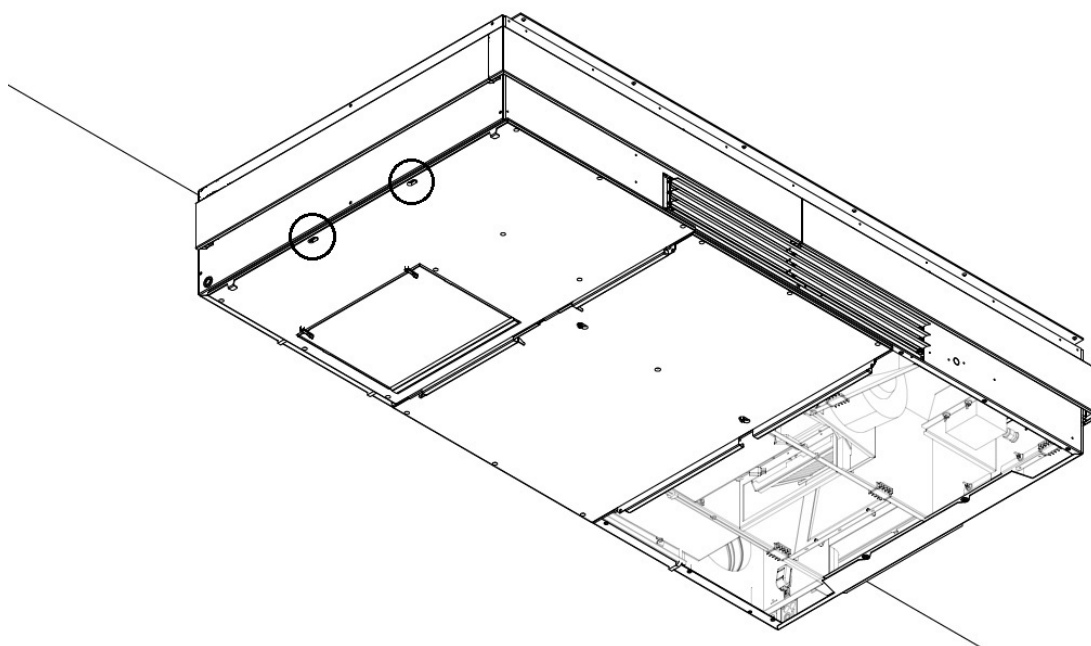
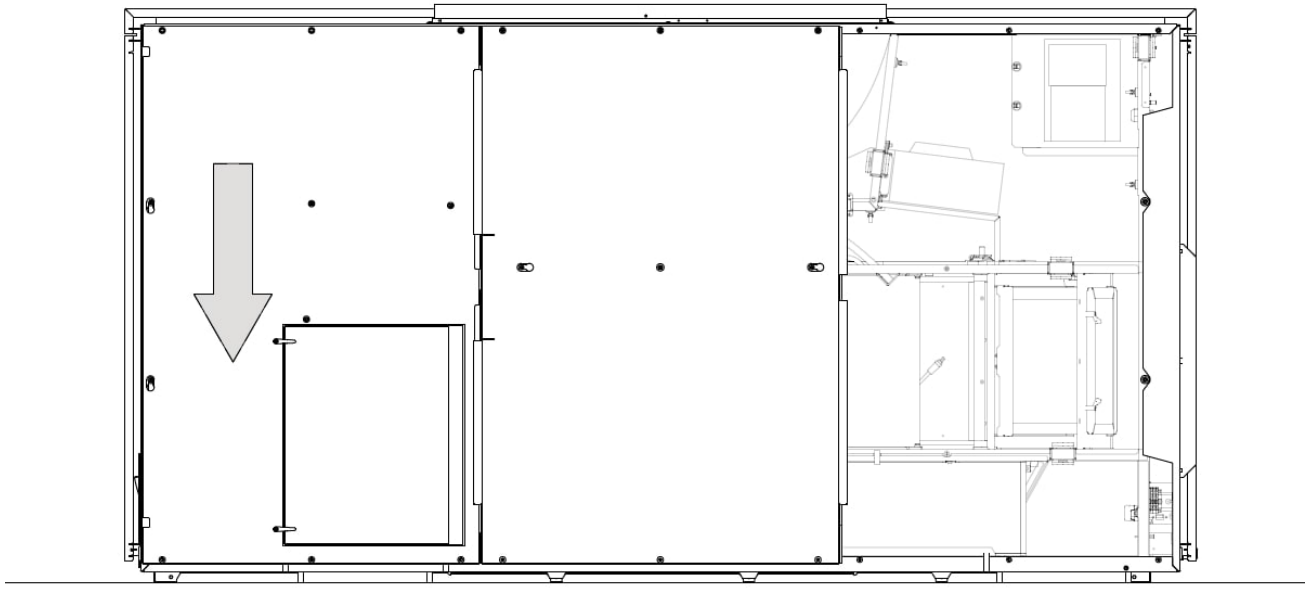

Afbeelding 38: De linker zijplaat op de scharnieren tillen
Afbeelding 39: Scharnieren van het filterluik moeten gesloten zijn
6. Til de linker zijplaat omhoog en op de scharnieren van de middelste stalen plaat, zie Afbeelding 38 hieronder. Zorg ervoor dat de scharnieren voor het filterluik gesloten zijn voordat u de stalen plaat optilt, zie Afbeelding 39.